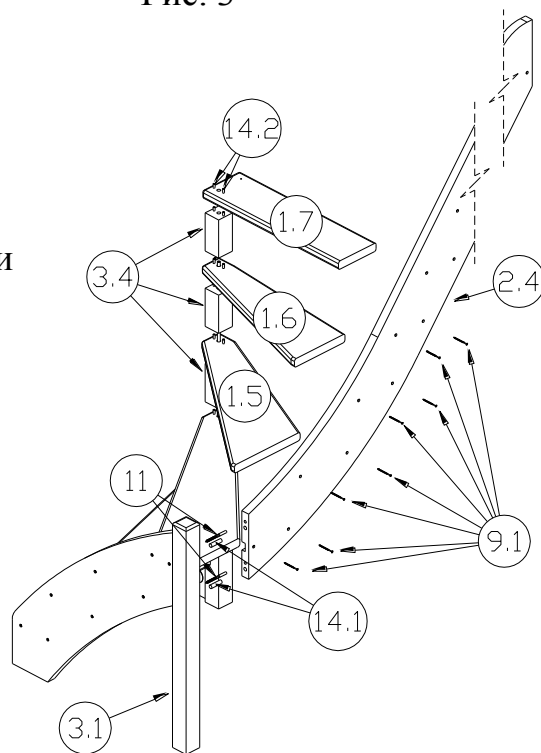

Рис. 4
5. Соединить тетиву 2.3 с вставкой 3.5 при помощи шкантов и саморезов 100 (9.2). Вставить ступени 1.8 и 1.9 в пазы тетив 2.4 и 2.3, затем установить вставку 3.5 на штангу M12x1300 (10) как показано на рис. 4 и притянуть к ступени 1.7 гайкой M12 (12.2) с шайбой D = 12 (13.2) накрутив ее на штангу M12x1300 через отверстие диаметром 50 мм во вставке 3.5.